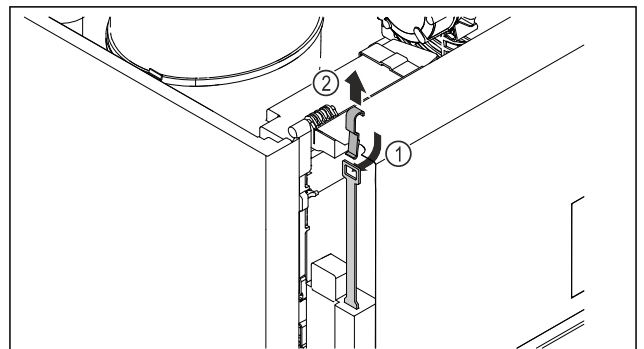

Fig. 209
- Futni brenda nga lart çelësin e zhblokimit të emergjencës Fig. 209 (1), kapeni te brava dhe tërhiqeni lart Fig. 209 (2).